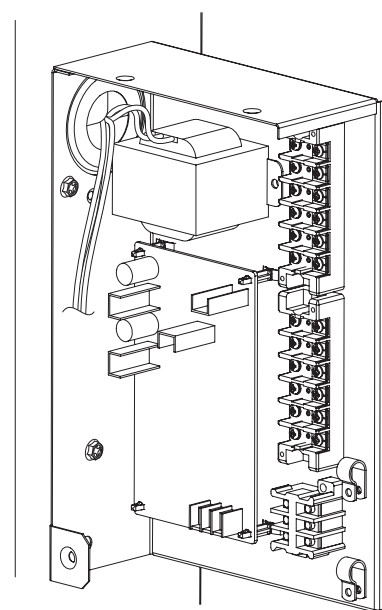

図4
- ② アナログ入出力基板の保護チューブ付きの配線を、切り込みを入れたアイレットに通し、電装ボックス内へ入れてください。(図4参照)